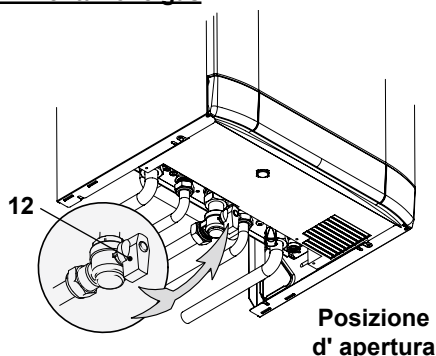

Figura 6.1
- Aprire il rubinetto del contatore gas e quello della caldaia 12 in Figura 6.1.